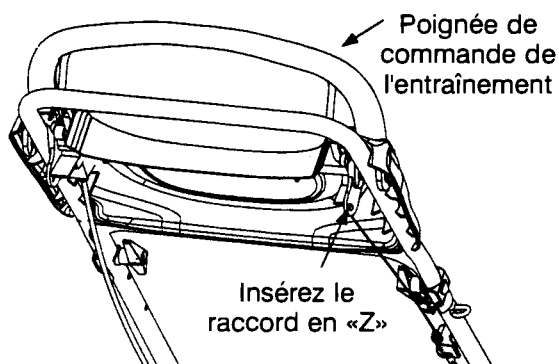

Figure 3
- Maintenez la poignée de commande à cette position et accrochez l'extrémité en «Z» du câble de transmission dans le trou inférieur de la poignée de commande en passant de l'intérieur vers l'extérieur. Voir la Figure 3.